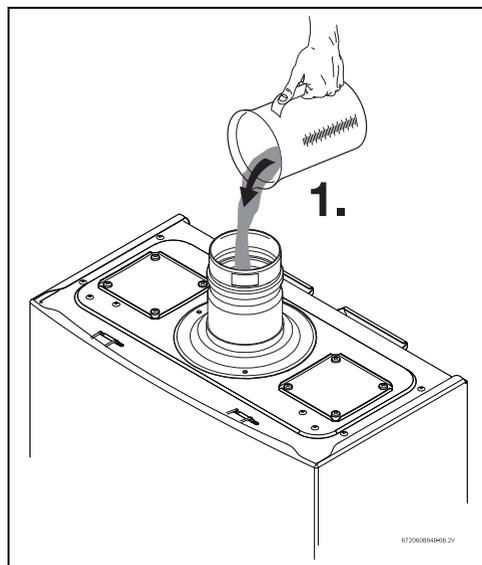

Fig. 26 Remplissage du réservoir d'eau lors de la première mise en service
- ▶ Remplir le siphon avec environ 40 ml d'eau, par le biais de l'accessoire d'évacuation de l'appareil (Fig. 26).